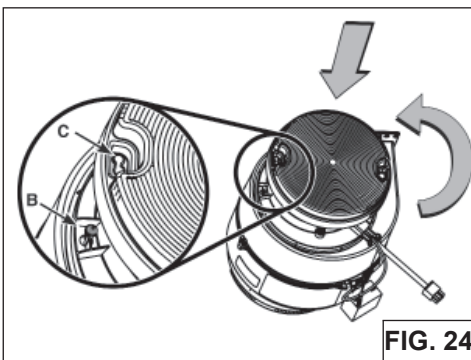

FIG. 24
3. Placez chaque filtre sur son support, insérez les deux broches (B) dans la fente ronde (C) sur le côté du filtre et tournez pour verrouiller en place (Fig.24).